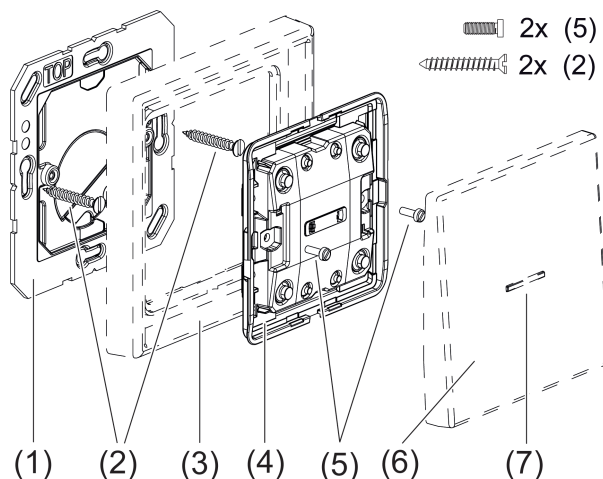
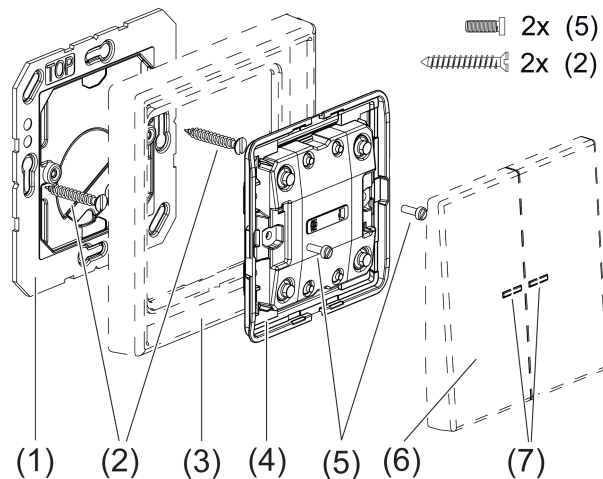

Bild 1: JUNG HOME Taster 1fach, batterieversorgt
Bild 2: JUNG HOME Taster 2fach, batterieversorgt
- Bodenplatte (1) auf ebenen Untergrund schrauben oder kleben. Die Kennzeichnung **TOP/OBEN** muss dabei oben liegen.
- Design-Rahmen (3) auf die Bodenplatte stecken.
- Tastermodul (4) auf der Bodenplatte mit den beiliegenden Schrauben (5) befestigen.
- Wippe (6) aufrasten (siehe Bild 1) und (siehe Bild 2).
- Bei montiertem Gerät die Wippe (6) vorsichtig vom Tastermodul (4) entfernen (siehe Bild 1), (siehe Bild 2) und Tastermodul (4) abschrauben.
- Tastermodul (4) auf die Bodenplatte montieren und Wippe (6) aufrasten.